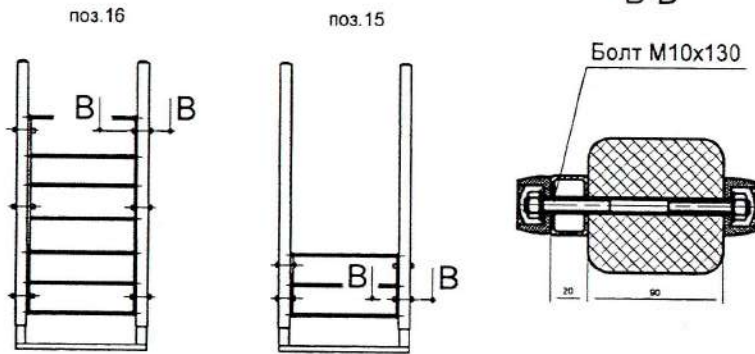

Рисунок 6
- 1.5 Установить лестницы шведские поз. 15,16. (рисунок 6)